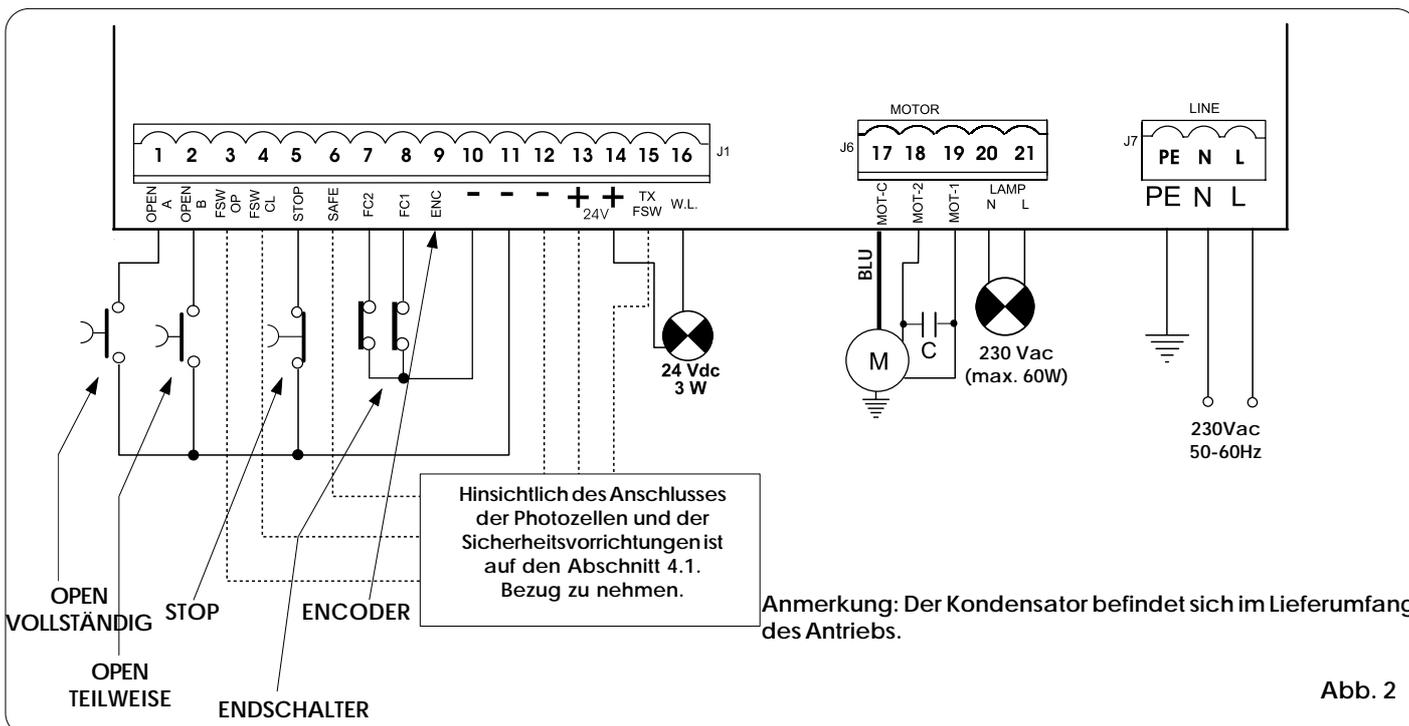

Abb. 2
- Das Erdungskabel ist an die entsprechende Klemme auf dem Stecker J7 des Geräts anzuschließen (siehe Abb. 2).
## 4.2. Klemmenbrett J7 - Versorgung (Abb. 2)
## 4.3. Klemmenbrett J6 - Motoren und Blinkleuchte (Abb. 2)
## 4.4. Klemmenbrett J1 - Zusatzgeräte (Abb. 2)
**FC1/FC2 - Kontakte Endschalter beim Öffnungs- und Schließvorgang (Klemmen 7 und 8):** Die Endschalter beim Öffnungs- und Schließvorgang haben die Aufgabe, den Bezugspunkt für den Stillstand oder den Beginn der Abbremsung (vor und nach dem Endschalter) oder die Bremsung des Antriebs zu ermitteln (siehe detaillierte Programmierung in Kap. 5.2). Die Endschaltervorrichtung muß einen Arbeitskontakt aufweisen, der zwischen den Eingang (FC1 oder FC2) und die Klemme - des Geräts geschaltet wird (siehe Abb. 2).